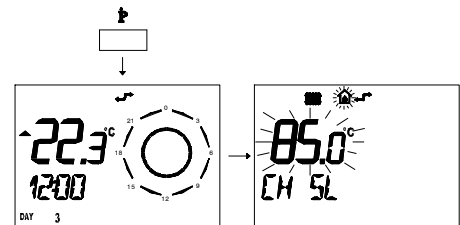

fig. 9.18
- 1 Premere per più di 3 secondi il pulsante  per entrare in modalità **INFO**. (fig. 9.18)